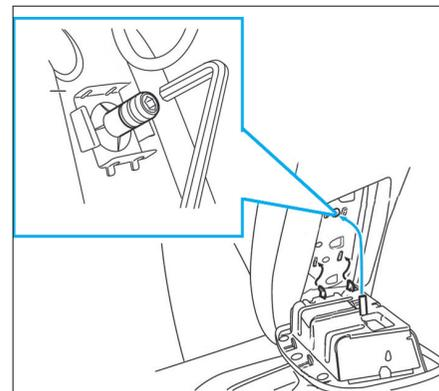

FIG. 12
- En accédant par l'intérieur du dossier, déposer le contre-écrou de maintien de l'airbag latéral (Fig.12).